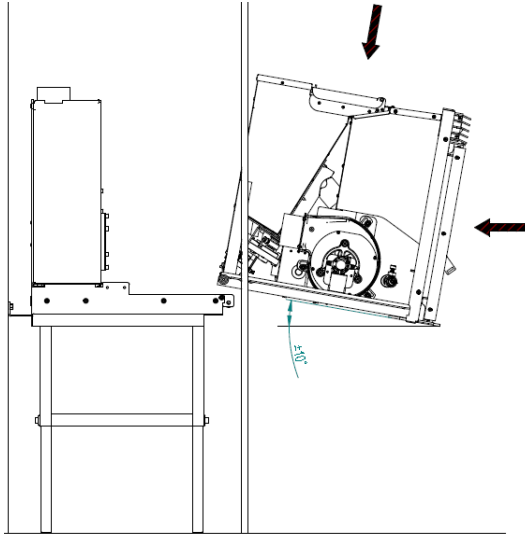

Figura 7 – Instalación
- Una vez tenemos la parte fija y la chimenea instalada colocamos la parte móvil del equipo tal y como se indica en la Figura 7. Aproximamos la parte móvil con una inclinación de más o menos 10° y hacemos que las ruedas de las guías que están en la parte móvil queden colocadas por detrás de las de la parte fija.